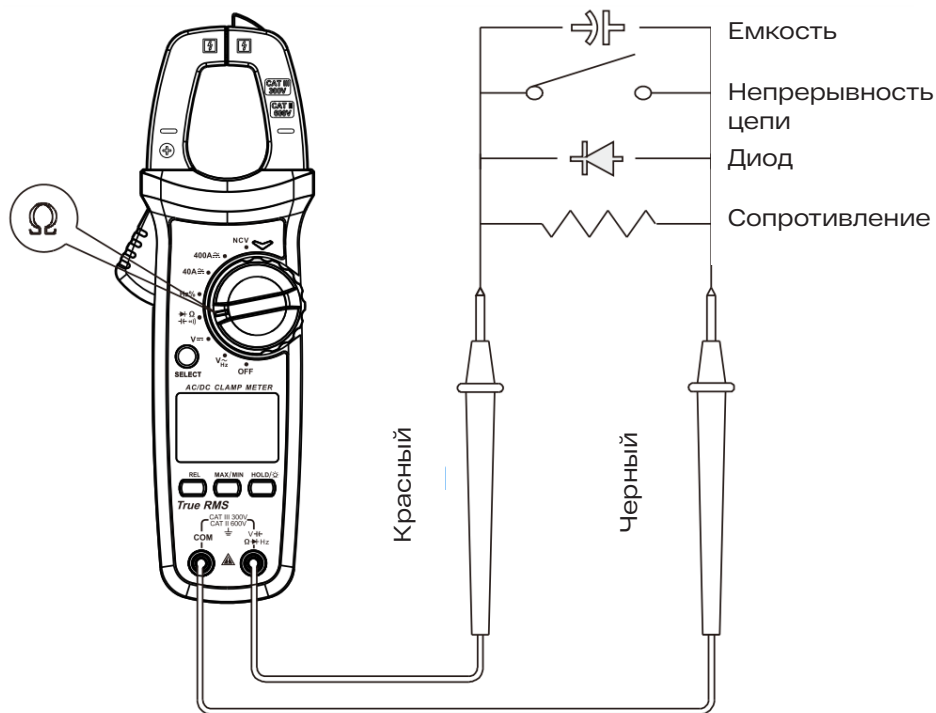

Рис. 4
3. Измерение проводимости, сопротивления, диодов, емкости (рис. 4)